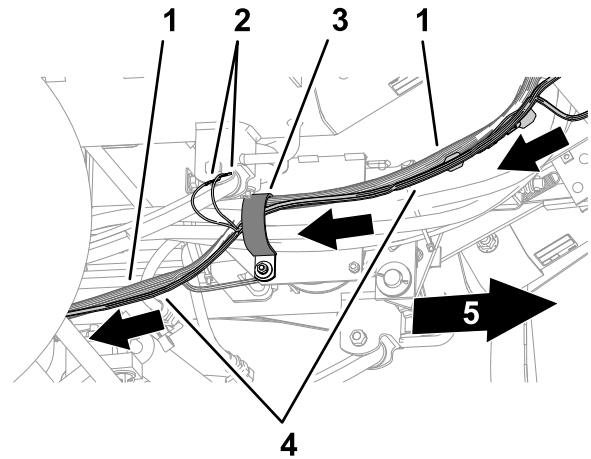

Bild 38
1. Verlegen Sie den 71-cm-Zweig des Kabelbaums, den 89-cm-Kabelbaumzweig und den 452-cm-Kabelbaumzweig durch die R-Klemme, mit der die Lenkschläuche, die sich unter der Bodenplatte und vor der Vorderachse befinden, befestigt sind (Bild 38).